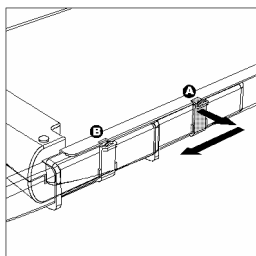

Figura 1
- 2 La leva di taglio si blocca sul bordo inferiore del refillatore. Per sbloccare la leva di taglio, tirare il dispositivo di fermo verso destra (figura 1, A) spingendola in avanti in posizione B (figura 1).